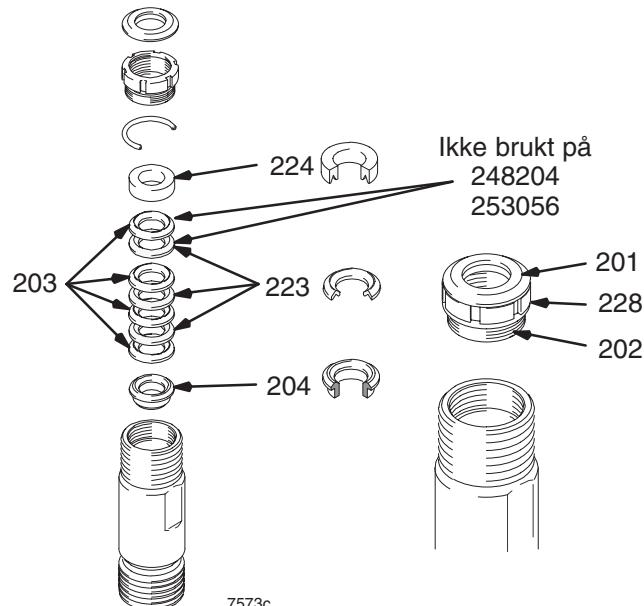

Fig. 12
Fig. 12. Bløt alle lærpakninger i SAE 30W olje i minst 1 time før de skal monteres. Sett på den konvekse pakningsringen (204). Stable vekselvis UHMWPE (203) og lærpakningene (223) (observer stillingen). Sett på den konkave pakningsringen (224). Monter tetningen (201) og pakkmutteren (202) og avstandsringen (228).